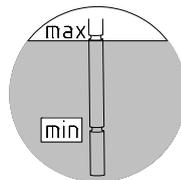

Figura 5-1: Verificar o nível do óleo com a vareta de medição
4. Caixa redutora com tanque de nível do óleo: O nível do óleo **dever ser inspeccionado no tanque** com a ajuda do tampão com vareta de verificação do nível (rosca G1¼). O nível do óleo deve-se encontrar entre as marcas inferior e superior com a vareta totalmente aparafusada (ver Figura 5-1). Se necessário, corrigir o nível do óleo com o tipo de óleo correspondente. Estes redutores só podem trabalhar se estiverem de acordo com a posição de montagem indicada no capítulo 6.1.